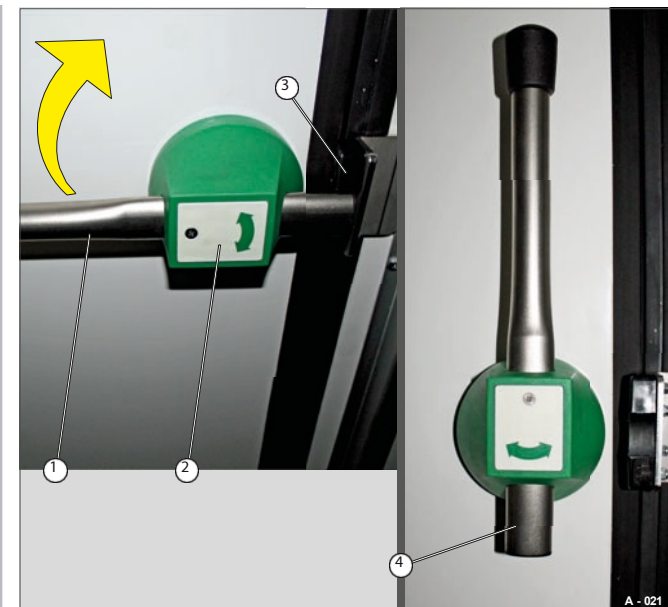

Fig. 21 Desbloquear a alavanca a partir do interior
A alavanca está equipada com um sinal luminoso fluorescente (Fig. 21/2), que pode ser reconhecido no escuro.
- Rodar a alavanca (Fig. 21/1) para a posição vertical.
A rampa (Fig. 21/3) é libertada pela fixação da alavanca (Fig. 21/4).